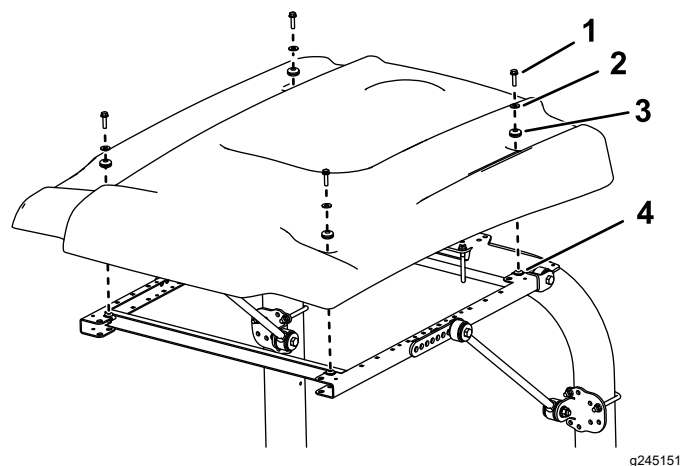

Figura 14
16. Durante l'allineamento dei fori di montaggio, posizionate il parasole sul telaio come mostrato in Figura 14.
17. Montate, senza serrarlo, ciascun angolo del parasole sul telaio con un bullone a testa flangiata (5/16" x 1 1/4") con una rondella piccola e un gommino (Figura 14).